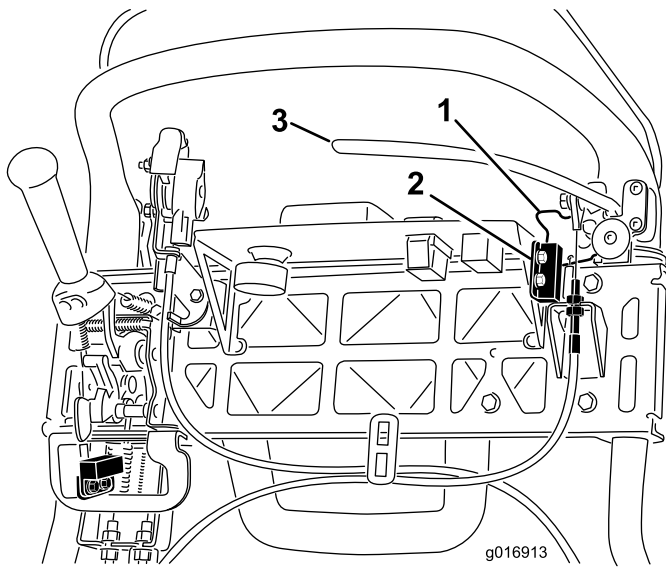

図 39
4. インタロックスイッチを固定しているねじをゆるめる (図 39)。
5. 駐車ブレーキのラッチとインタロックスイッチとの間に厚さ 1.6 mmのすきまゲージをはさむ（図 39）。